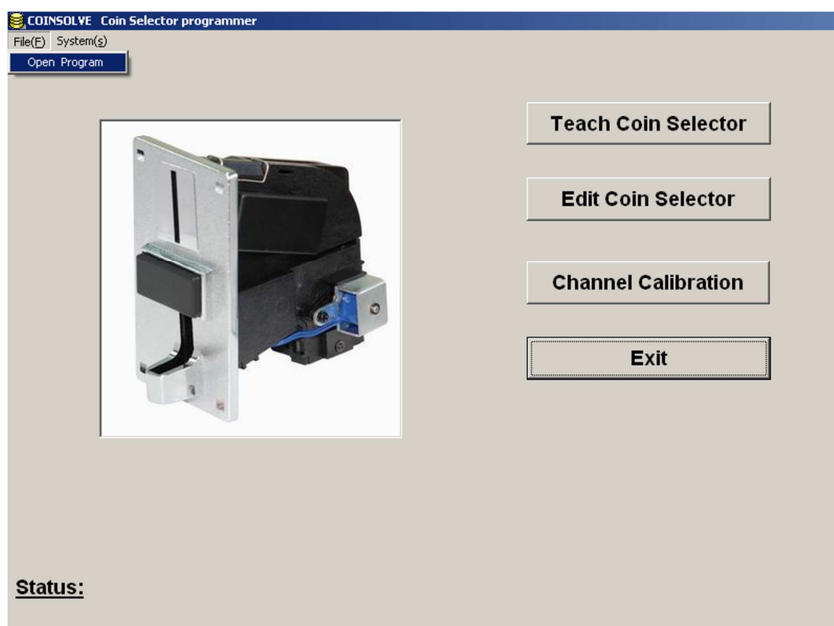

Рис. 4.
- б) В стартовом окне (рис. 4) выбираем *File – Open Program*;